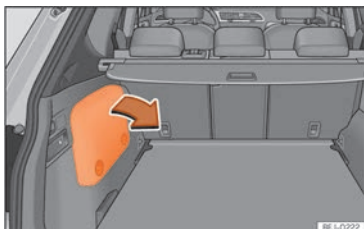

Abb. 251 Einbauort der Batterie im Kofferraum
- Abdeckung der Seitenverkleidung abnehmen, um Zugriff auf die 12-Volt-Fahrzeugbatterie zu haben » **Abb. 251**.